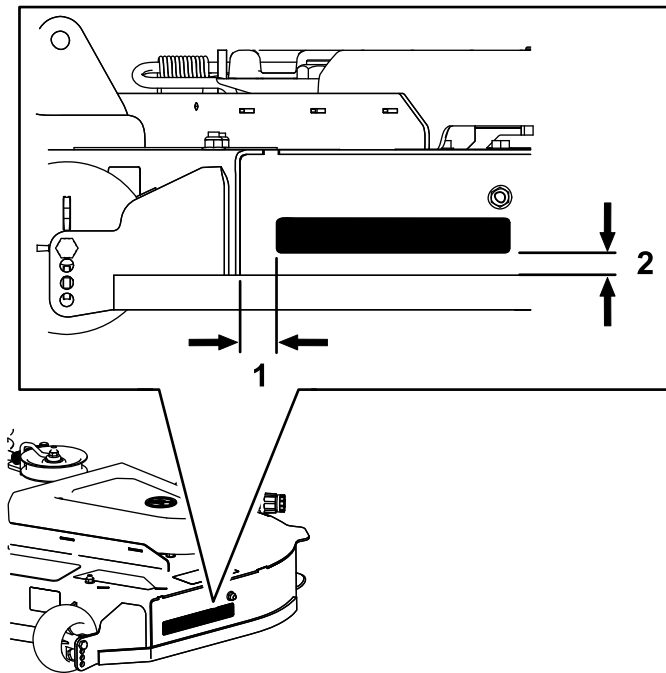

図 16
1. 刈り込みデッキの図 16 の位置にデカルを貼りつける。